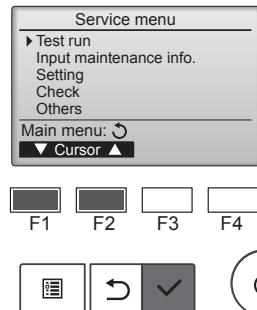

Fig. 8-1
- ① Vælg "Test run" (testkørsel) fra Service menu (servicemenu), og tryk på knappen [VÆLG]. (Fig. 8-1)